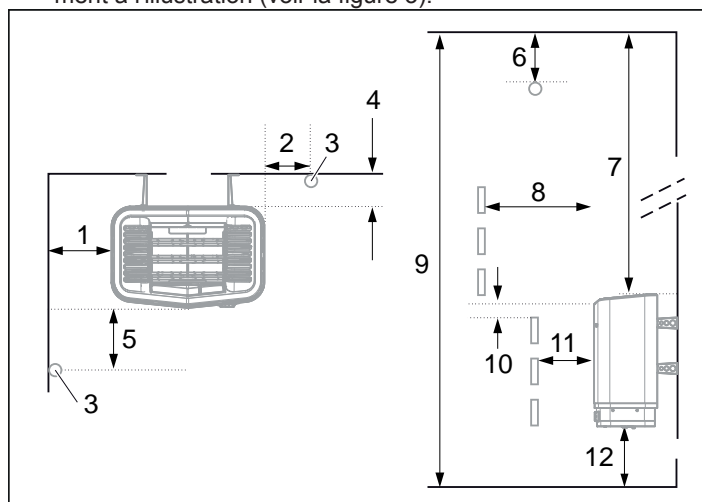
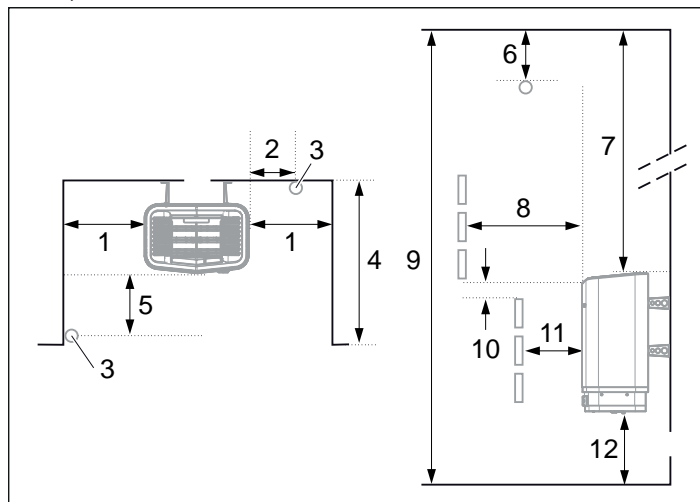

Fig. 3 : Emplacement du poêle – montage normal
Fig. 5 : Emplacement du poêle – montage en encastré dans une niche
- Planifier l'emplacement des capteurs (voir la figure 3, page 20 et la figure 5, page 20).
- sur le même mur que la porte (à titre exceptionnel, sur un mur adjacent, mais très près du passage de porte). Le poêle peut également être installé dans une niche (voir la figure 5).
- à une distance suffisante du sol, des parois latérales et des aménagements (voir la figure 5). Placer le capteur conformément à l'illustration (voir la figure 3).
Pour installer le poêle à une distance suffisante du sol, des parois latérales et des aménagements (voir la figure 5).
1. Placer le poêle à une distance suffisante du sol, des parois latérales et des aménagements (voir la figure 5).
2. Placer le capteur conformément à l'illustration (voir la figure 5).